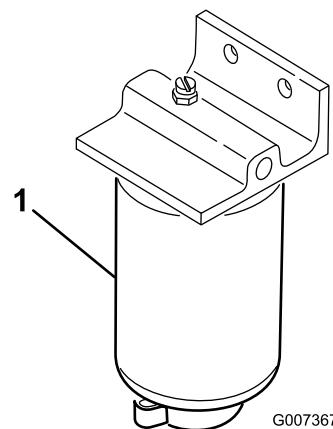

Figura 40
2. Pulite la superficie circostante la scatola del filtro (Figura 40).
4. Aprite il tappo di spурgo del filtro e la valvola di sfato (Figura 40).